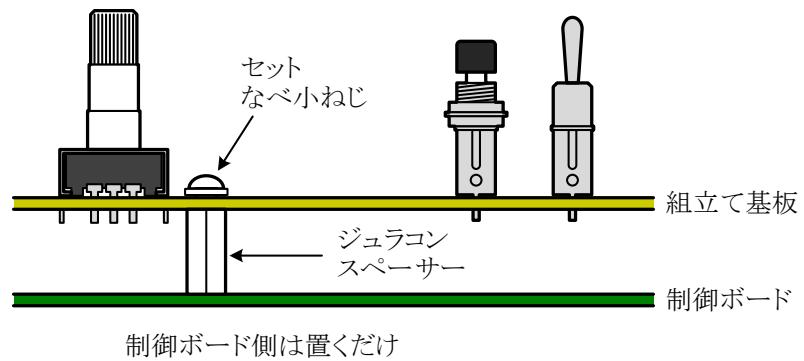

図24 補助スペーサーの取付け方
(4) その他
- ① 加速度センサモジュール、グラフィックディスプレイモジュールには、ピンソケットに挿入するためのピンヘッダを実装した状態で配布する。
- ② ロータリーエンコーダのツマミは、本体に取り付けない。
- ③ 基板下方に開いている穴には、図24に示すようにM2.6×11mmのスペーサーをセットなべ小ねじで取付ける。このスペーサーは、スイッチ等の操作をしたときに、組立て基板と制御ボードが接触することを防ぐためのものである。